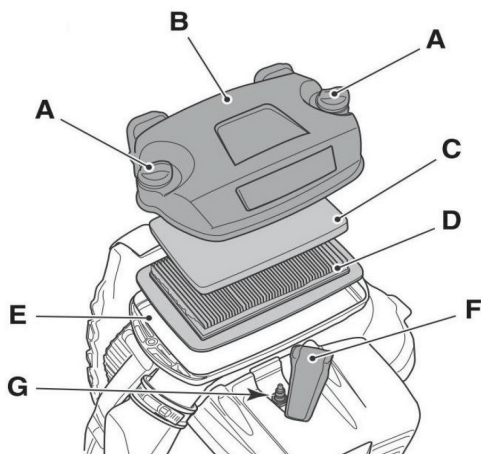

Рис. 17
1. Отвинтите две ручки «А» на рисунке ниже и снимите крышку «В» (рис. 17).